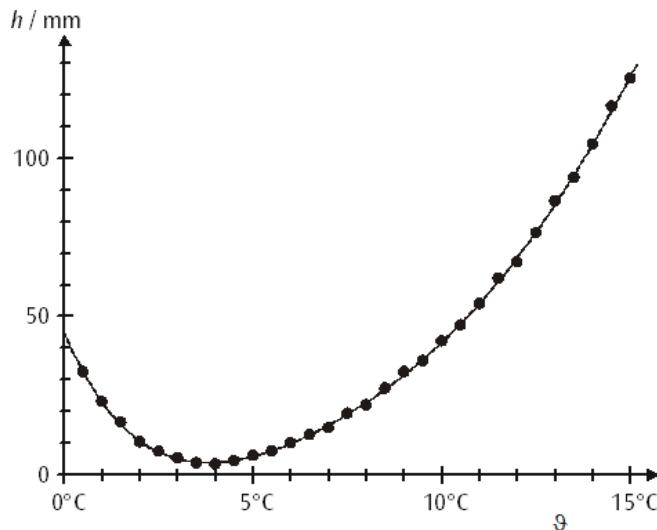

Fig. 3: Steighöhe h in Abhängigkeit der Temperatur θ
Fig. 3 zeigt die grafische Darstellung der Werte aus Tabelle 1. Durch Extrapolation wird die Steighöhe h des Wassers im Steigrohr für 0°C ermittelt. Man erhält für die vorliegenden Daten $h(0^\circ\text{C}) = 44,7 \text{ mm}$. Die relative Dichte des Wassers lässt sich nun mittels (3) berechnen.